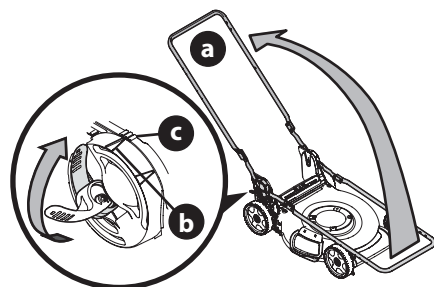

Figura 13
5. Mientras estabiliza la cortadora de césped para que no se mueva, levante la manija superior (a) (Figura 13). No presione los cables del control de la transmisión o de la cuchilla mientras levanta la manija.
6. Cuando levante la manija superior, asegúrese de que el indicador de posición (b) esté alineado con una de las tres posiciones de la manija (c). Vea el recuadro de la Figura 13.
7. Trabe las dos palancas de liberación de manija. Vea el recuadro de la Figura 13.